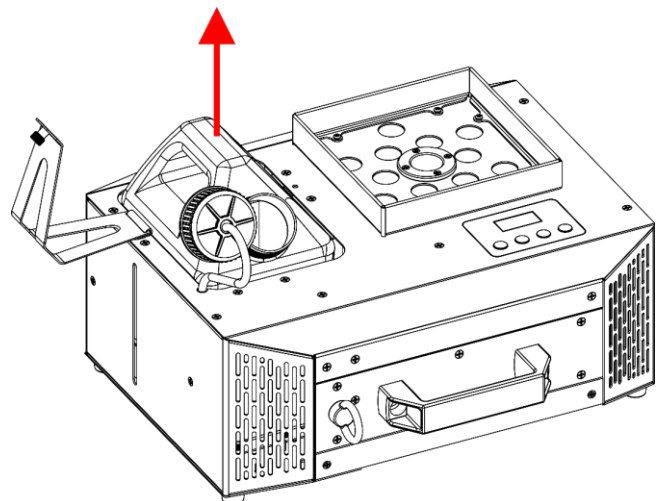

Fig. 31
- 05) Extraiga el **depósito de líquido (02)**, como se muestra en la Fig. 31.